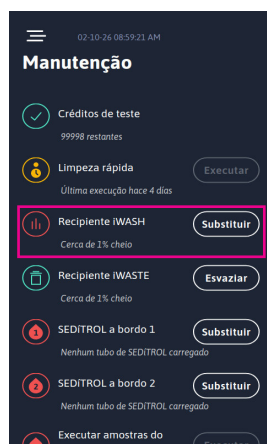

Figura 64
8. No “Menu de manutenção”, pressione o botão “Substituir” recipiente iWASH para reiniciar o contador para 100% de capacidade (Figura 64).